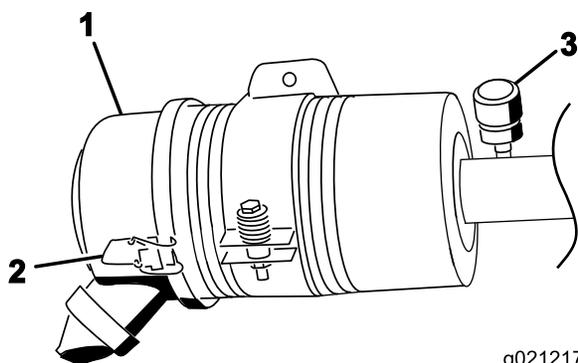

図 72
エアクリーナのフィルタの整備は、インジケータが赤色になってから行ってください(図 72)。早めに整備を行っても意味がありません。むしろフィルタを外したときにエンジン内部に異物を入れてしまう危険が大きくなります。
1. エアクリーナのカバーをボディーに固定しているラッチを外す(図 72)。